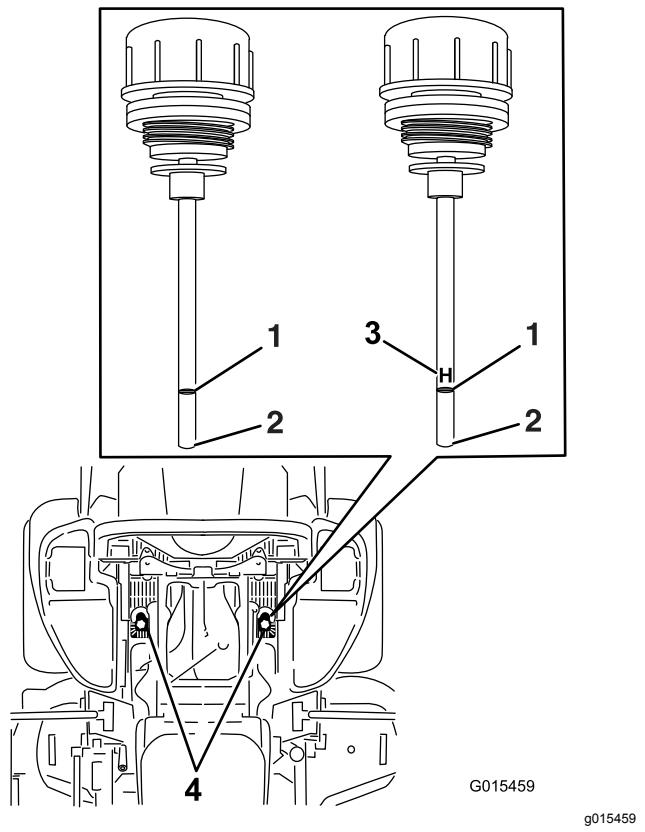

Bild 81
6. Reinigen Sie den Bereich um den Peilstab der Hydraulikanlagenbehälter (Bild 81).
7. Nehmen Sie einen Peilstab aus dem Hydraulikbehälter heraus (Bild 81).
9. Ziehen Sie den Ölpeilstab heraus und schauen Sie das Ende an (Bild 81).